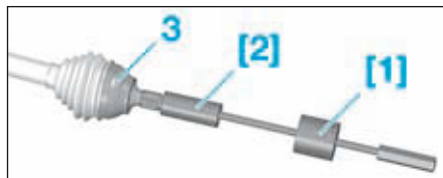

FIG.7
- le bol (3) à l'aide des outils [1] et [2] (Fig.7),